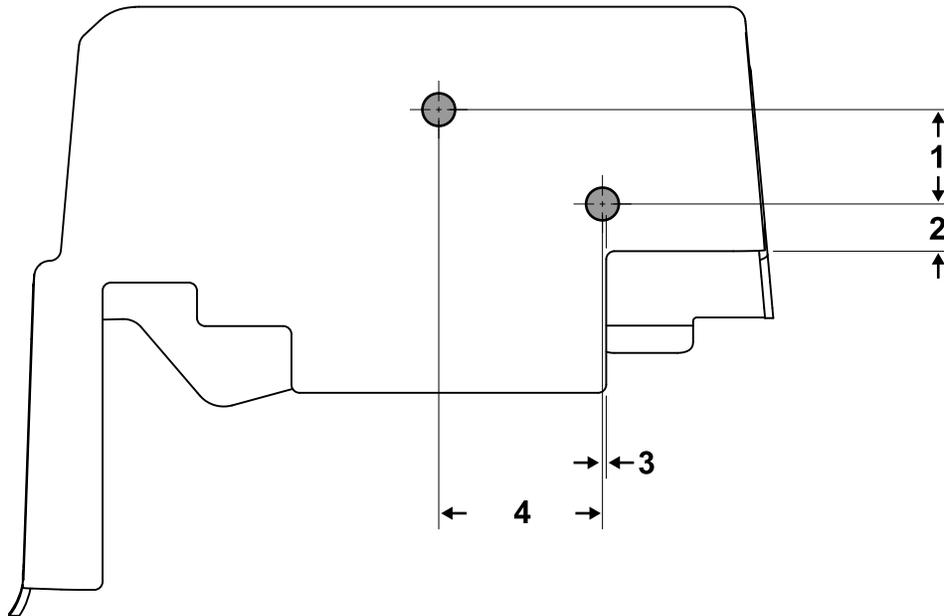

Figure 2
1. Percez 2 trous dans le côté gauche du couvercle ; voir les dimensions indiquées à la Figure 2.